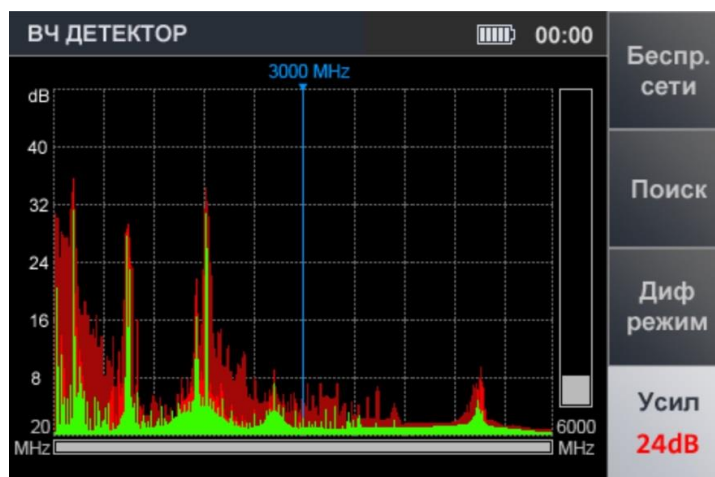

Рис.10
2. С помощью кнопок ↕ ↕ ↔ ↔ установить требуемое усиление в dB (0, 8, 16, 24, 32, 40). Установленное значение отображается на индикаторе (рис.10).